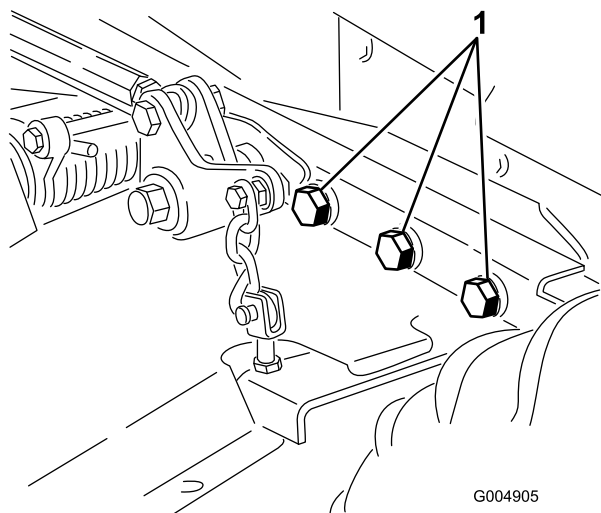

Figura 77
4. Controllate tutti gli elementi di fissaggio per verificare che non siano allentati; all'occorrenza serrateli. Serrate in modo particolare i 6 bulloni che fissano il telaio del piatto di taglio al trattore (Figura 77) a 359 Nm.